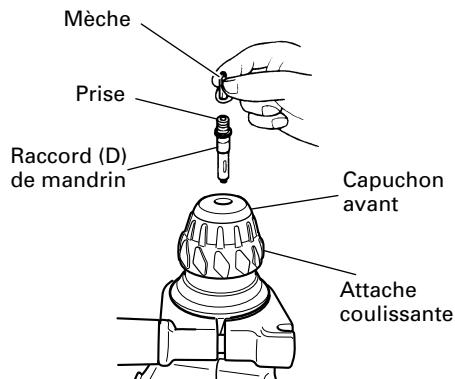

Fig. 8
4. Lors du vissage des vis machine (Fig. 8)
- Ne pas tenter d'utiliser le marteau rotatif en mode de rotation et de percussion lorsque le mandrin porte-foret (D) et la mèche y sont fixés.
5. Enfoncement de vis à bois (Fig. 8)